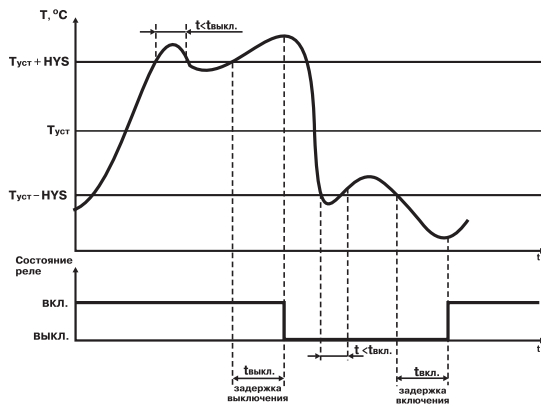

Рис. 7
3.1.5.1.2. Для ЛУ, работающего в режиме двухпозиционного регулирования, может быть задано время задержки включения и время задержки выключения (**рис. 7**).